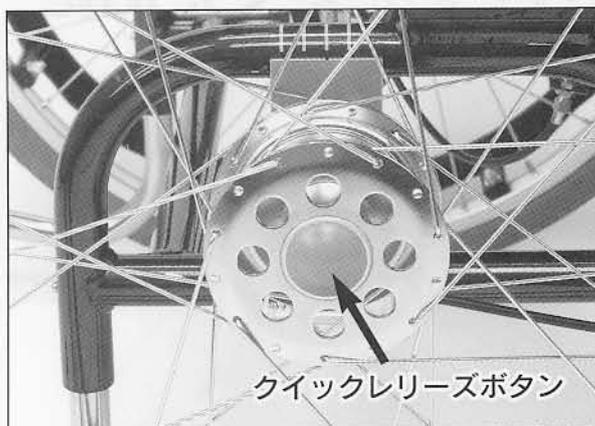

図1
- 大車輪を差し込んだ後、クイックリリースボタン（図1参照）が跳ね返るか